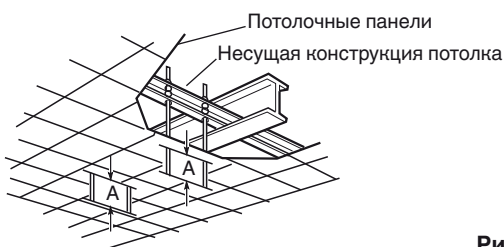

Рис. 3-7
- б) Используйте существующие несущие конструкции потолка или соорудите соответствующую опору (Рис. 3-7).